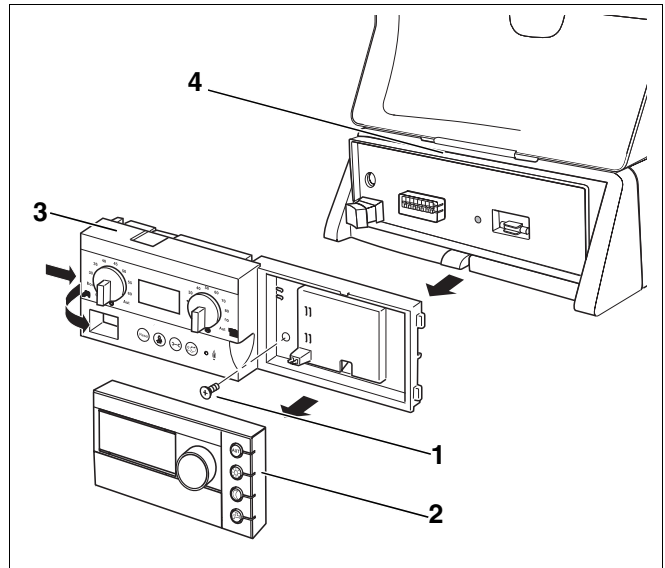

Рис. 5 Демонтаж RC30/BC10
Для замены предохранителя нужно снять главный регулятор BC10 (рис. 5, **поз. 3**) с системы управления MC10 (рис. 5, **поз. 4**). Выполните следующее:
- Снять пульт управления RC30 (рис. 5, **поз. 2**) и открутить фиксирующий винт (рис. 5, **поз. 1**, если имеется).
- Нажать на фиксирующие язычки на главном регуляторе BC10 и снять его с корпуса по направлению стрелки (рис. 5).